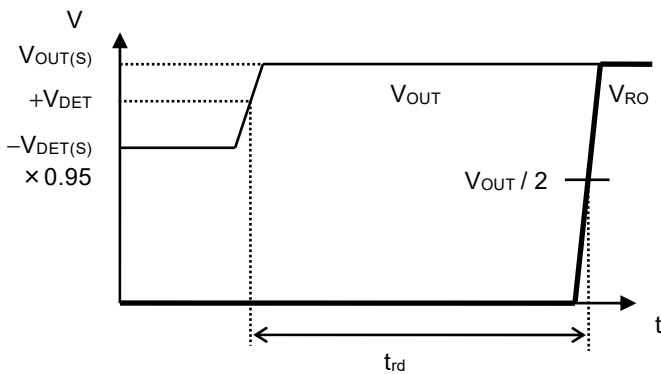

图4 解除延迟时间
*3. 从 V_{OUT} 超过 $+V_{\text{DET}}$ 开始, 到实际RO端子的输出开始反转为止的时间 (参阅图4)。此值可以通过解除延迟时间调整用电容器 (C_{DLY}) 电容值进行更改。